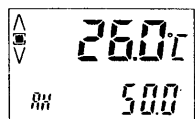

Fig. 12
- ① **[MODE]** キーを押して Fig.12 の表示を出します。